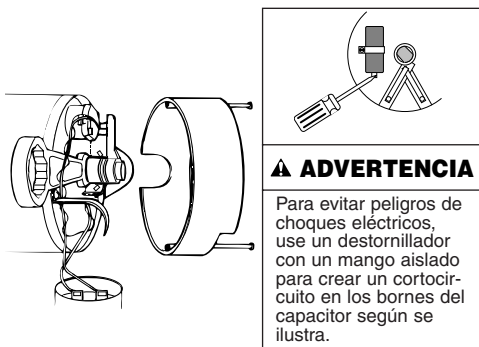

Figura 19 - Sostenga el eje
Paso 2. Si se debe cambiar el impulsor, afloje dos tornillos mecánicos y quite la cubierta del motor (ver figura 19).
Paso 3. **⚠ ADVERTENCIA** La tensión del capacitor puede ser peligrosa. Para descargar el capacitor del motor, sostenga un destornillador con un mango aislado DEL MANGO y una los bornes del capacitor para crear un cortocircuito (ver figura 19). No toque la hoja de metal del destornillador ni los bornes del capacitor. Si tiene dudas, consulte con un electricista competente.